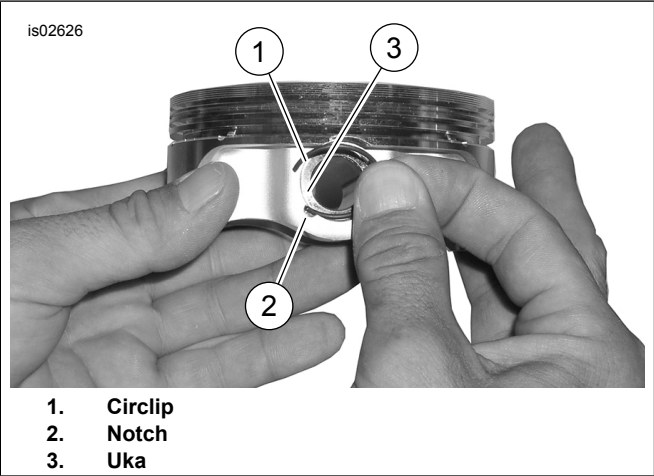

Figure 3. Circlip at Piston
- 1. Tingnan ang Figure 3 . Ipasok ang bukas na dulo ng circlip (1) sa notch (2) na nasa groove (3) sa palibot ng piston pin boss nang sa gayon ang gap ay diretsong nakataas o diretsong pababa na posisyong kapag nakakabit.